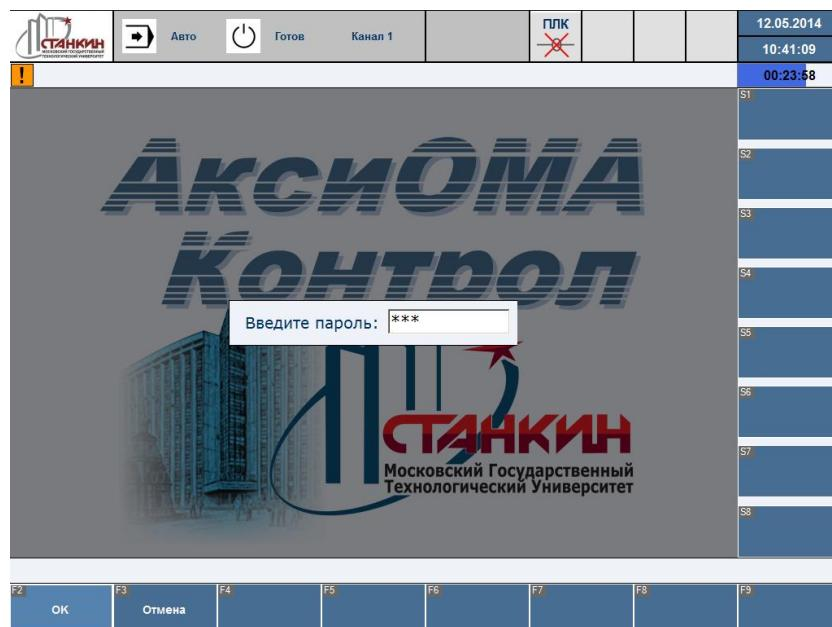

Рисунок 42 – Ввод пароля для изменения прав доступа пользователя
- нажать S1 «Ввод пароля» (для смены пароля – S3 «Смена пароля») – вызывается диалог ввода пароля (Рисунок 42):